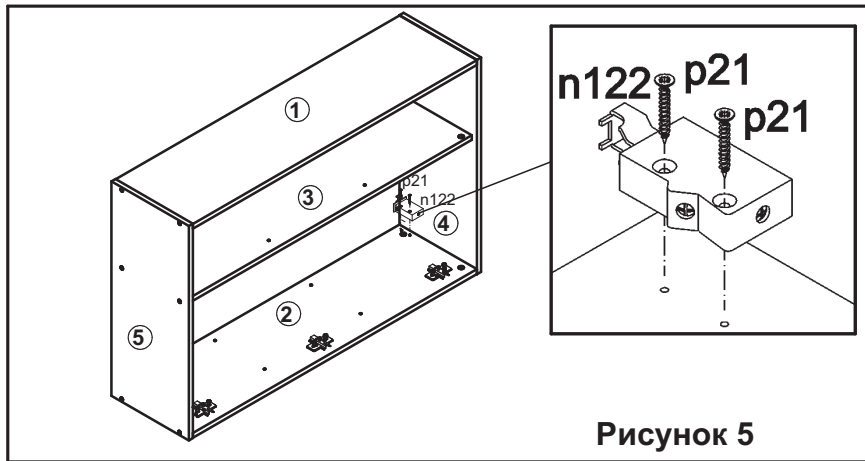

Рисунок 5
10. В отверстия **∅3 мм** (кернения) шурпами **p21** на стенках боковых **1,2** закрепить кронштейны для навешивания **n122** (см. рис. 5).